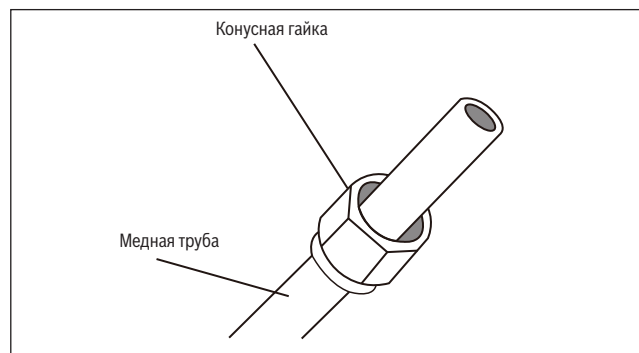

Рис. 29.
3. Установить конусные гайки на обоих концах трубы. Необходимо убедиться, что они направлены в правильном направлении, так как надеть их повторно или изменить направление после конического расширения на конце трубы будет невозможно. См. **рис. 29**.